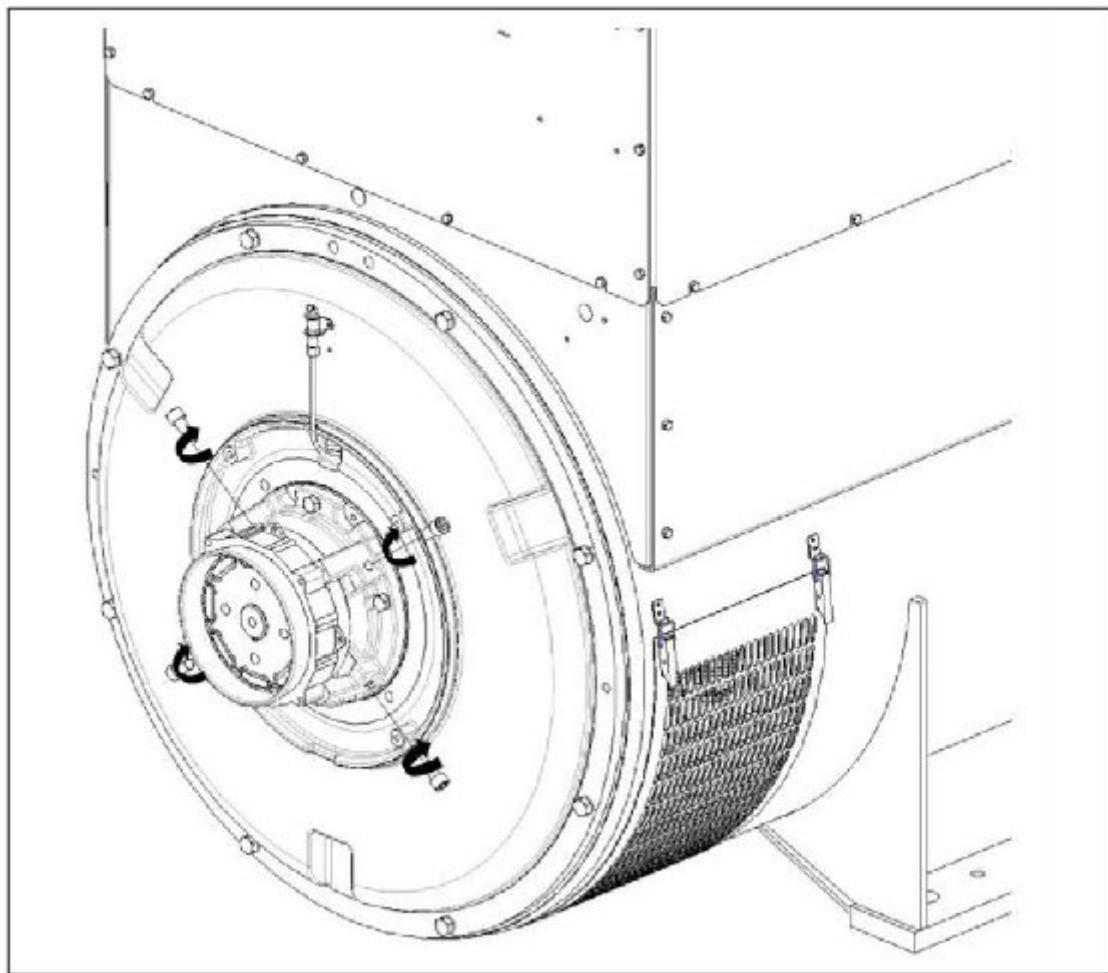

図 19. ローター輸送用サポートネジの取り外しと取り付け手順
4. 輸送用サポートネジを付属の4本のプランギングネジと交換し、50 Nmで締め付けます。参照: 図 19 ページ 32。
2. 非駆動側ペアリング キャップの 4 つのプランギング ネジを見つけて取り外します。参照: 図 19 ページ 32。